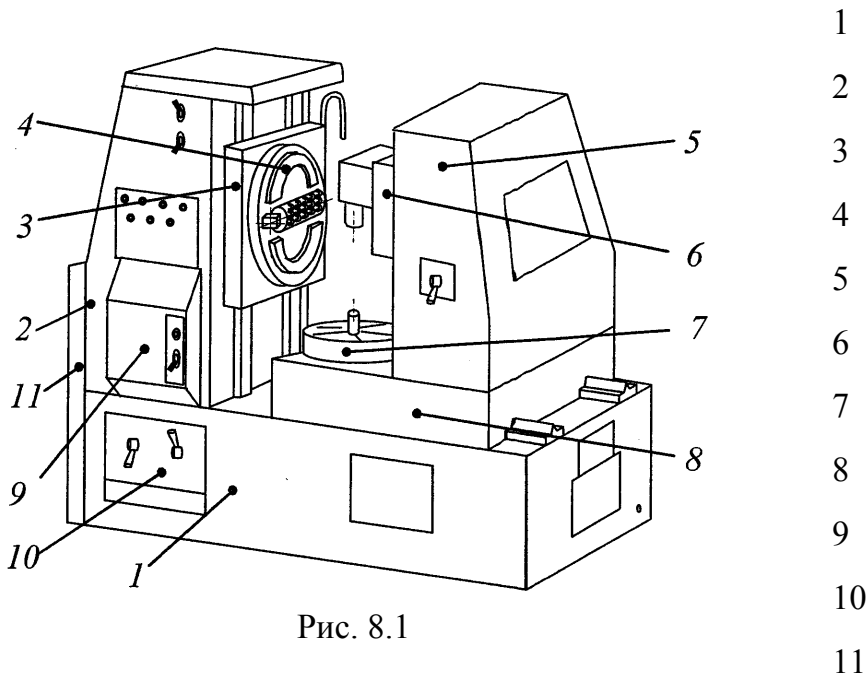

Рис. 8.1
**Задача 1.** Указать основные узлы зубофрезерного станка (рис. 8.1).